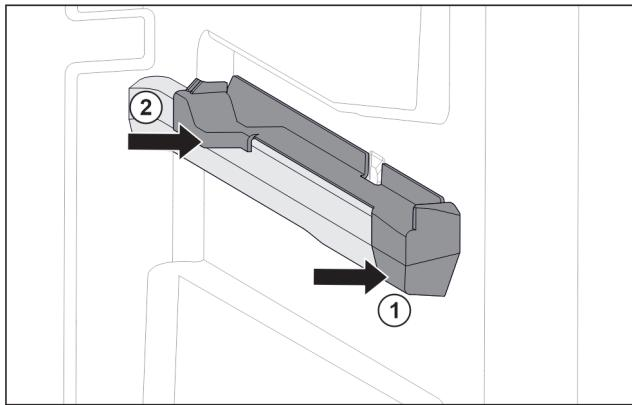

Fig. 49 Вставная часть на правом контейнерном ребре
- ▶ Наденьте вставную часть спереди на контейнерное ребро. *Fig. 49 (1)*
- ▶ Нажмите на вставную часть сзади. *Fig. 49 (2)*